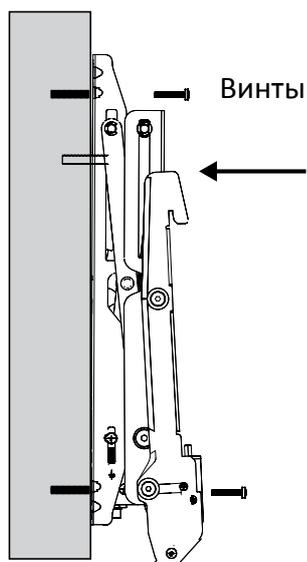

Рис. 4
4. Выровняйте кронштейн по отверстиям на обратной стороне дисплея. Закрепите кронштейны с помощью винтов на панели (Рис. 4).